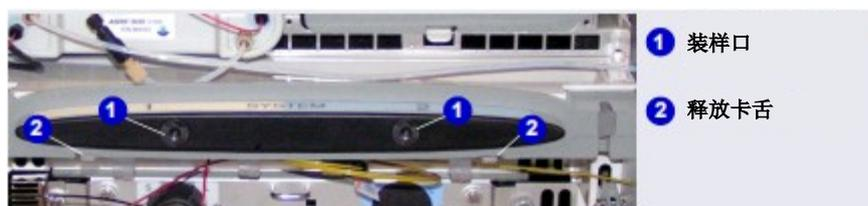

图 10-33. DC 装样口和释放卡扣
2. 确定 DC 前面板装样口下方金属释放卡扣（见图 10-33）的位置。向上按压卡扣，即可松开接口，并从 DC 前面板拉出接口。